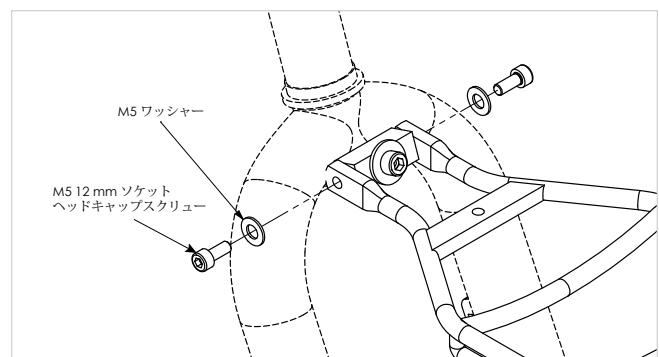

図 7
- ラック本体をM5 x 12mmネジとM5ワッシャを使ってアロイブロックに取り付けます。完全に締め込まないで下さい(図7)。